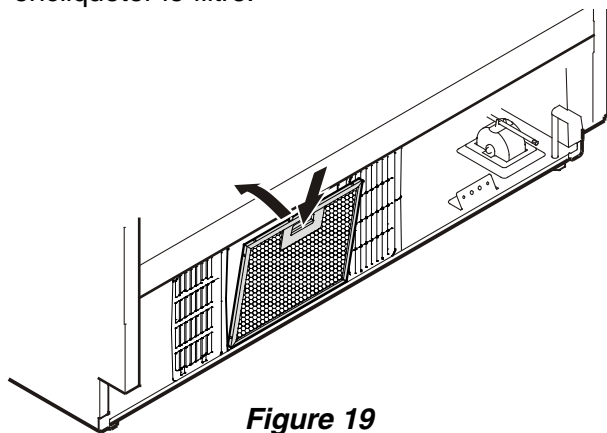

Figure 19
Montage de la grille de ventilation - Figure 19, 20
2. Ôter le film protecteur bleu du filtre à poussière fourni et insérer le filtre dans son emplacement dans le coup-de-pied comme à la Figure 19. Fixer le bas du filtre, appuyer sur le bouton et encliqueter le filtre.